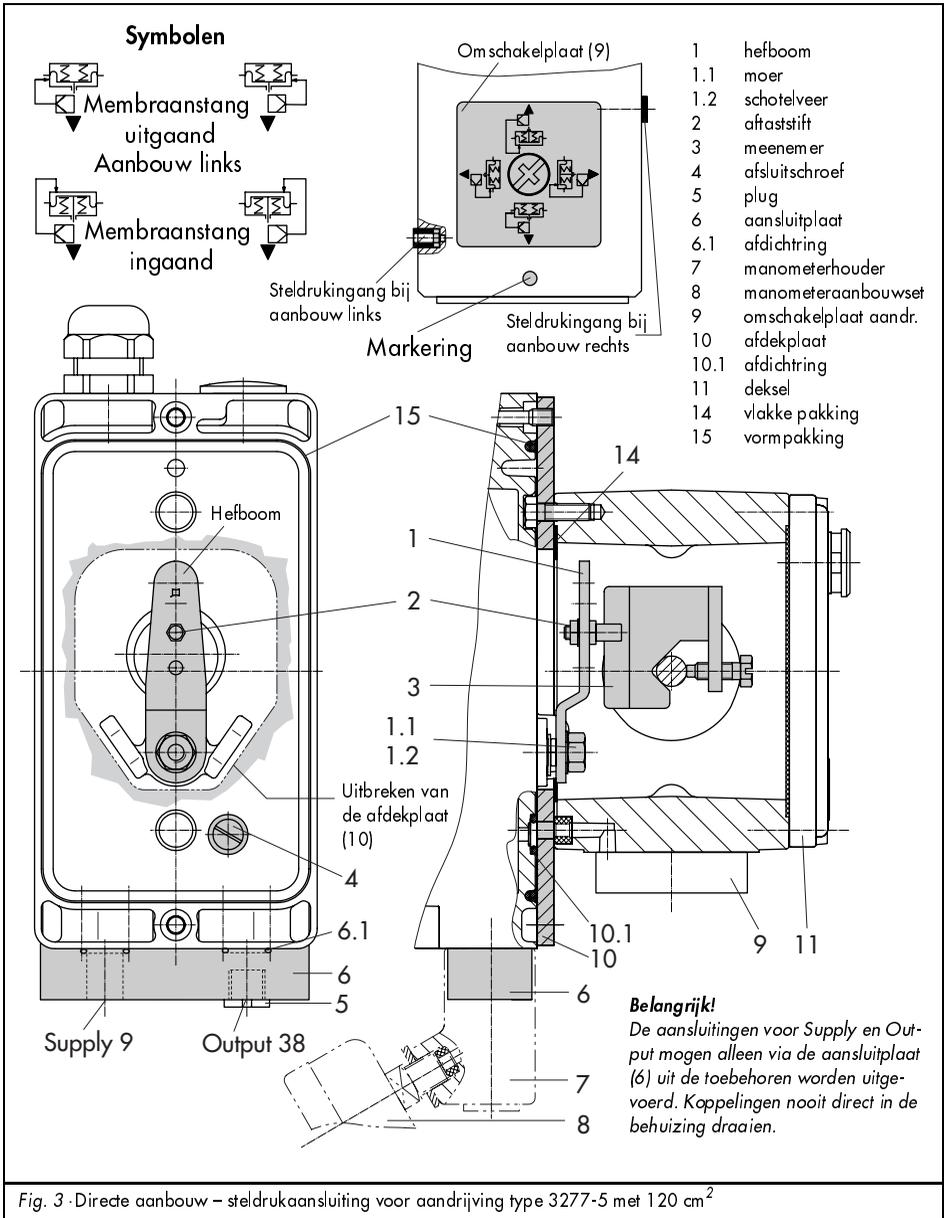

Fig. 3 · Directe aanbouw – steldrukaansluiting voor aandrijving type 3277-5 met 120 cm²
1. Aansluitplaat (6) of manometerhouder (7) met manometers op klepstandsteller monteren; let op de juiste positionering van de beide afdichtingsringen.
2. Afsluitschroef (4) aan de achterzijde van de klepstandsteller verwijderen en de steldrukuitgang "Output 38" op de aansluitplaat (6) resp. op de manometerbeugel (7) met de plug (5) uit de toebehoren afsluiten.
3. Meenemer (3) op de aandrijfslag plaatsen, uitrichten en zodanig vastschroeven dat de bevestigingsschroef in de groef van de aandrijfslag valt.
4. Afdekplaat (10) met smalle zijde van de uitsparing (fig. 3 links) in de richting